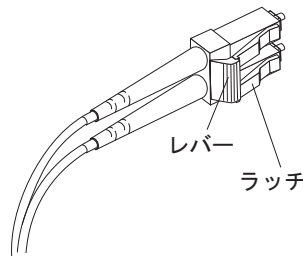

図 23. LC-LC ファイバー・チャネル・ケーブルのレバーおよびラッチ
1. 図 23 に示すように、SFP モジュールまたはホスト・バス・アダプターに接続した LC-LC ケーブルの端のレバーを押し下げたまま、ラッチを解放します。